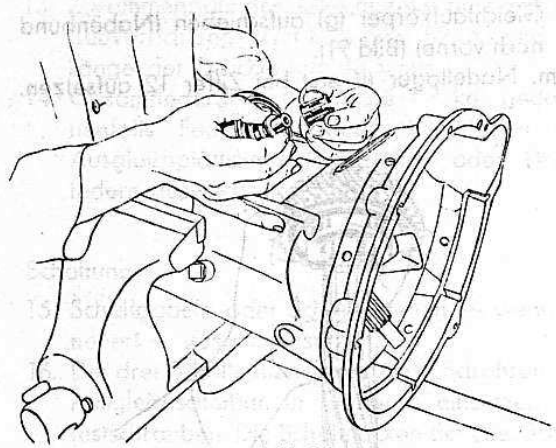

Bild 92
12. Hauptwelle und Antriebswelle einzeln von oben einführen, Anlaufscheibe (h) und Nadellager (i) auf Hauptwelle aufstecken (Bild 92) und beide Wellen zusammenstecken.